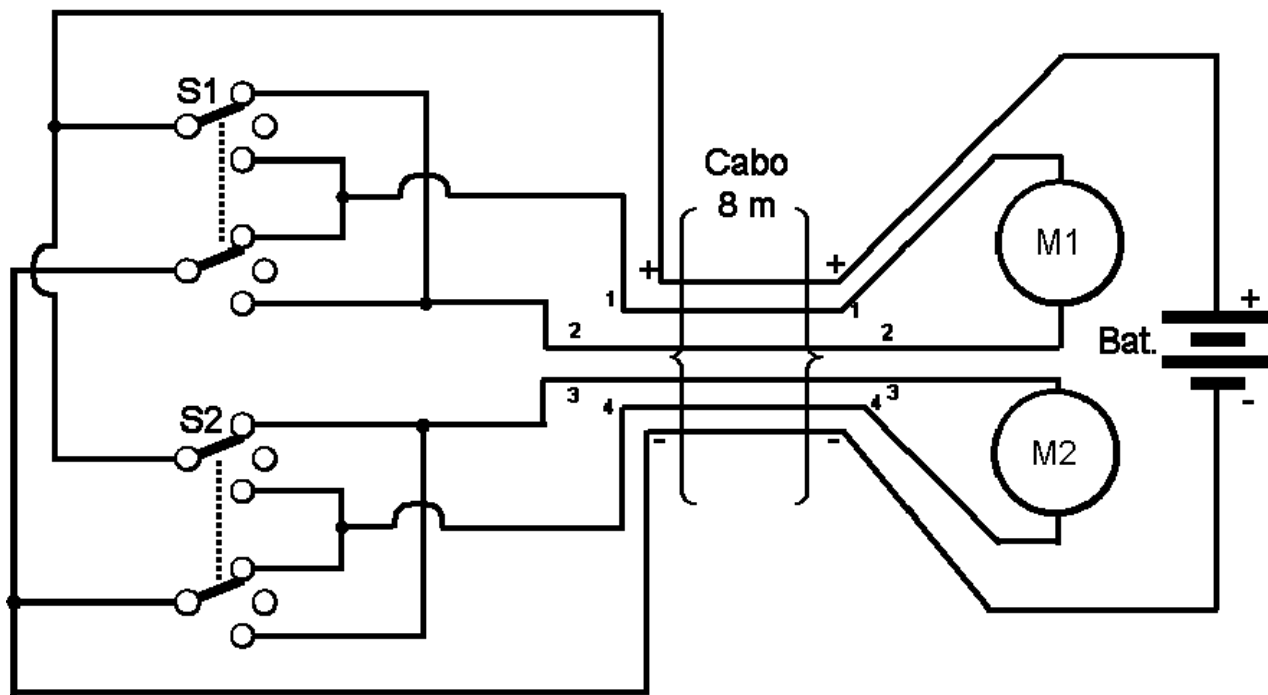

Figura 1: Sugestão de circuito para comando dos motores do robô. S1 e S2 são chaves reversíveis duplas, tipo H-H, dotadas de alavancas.
- A título de sugestão, mostra-se na Figura 1 um circuito elétrico que poderá ser adotado para controle do robô por um cabo com seis condutores, supondo-se nesse caso um robô dotado de dois motores de corrente contínua.